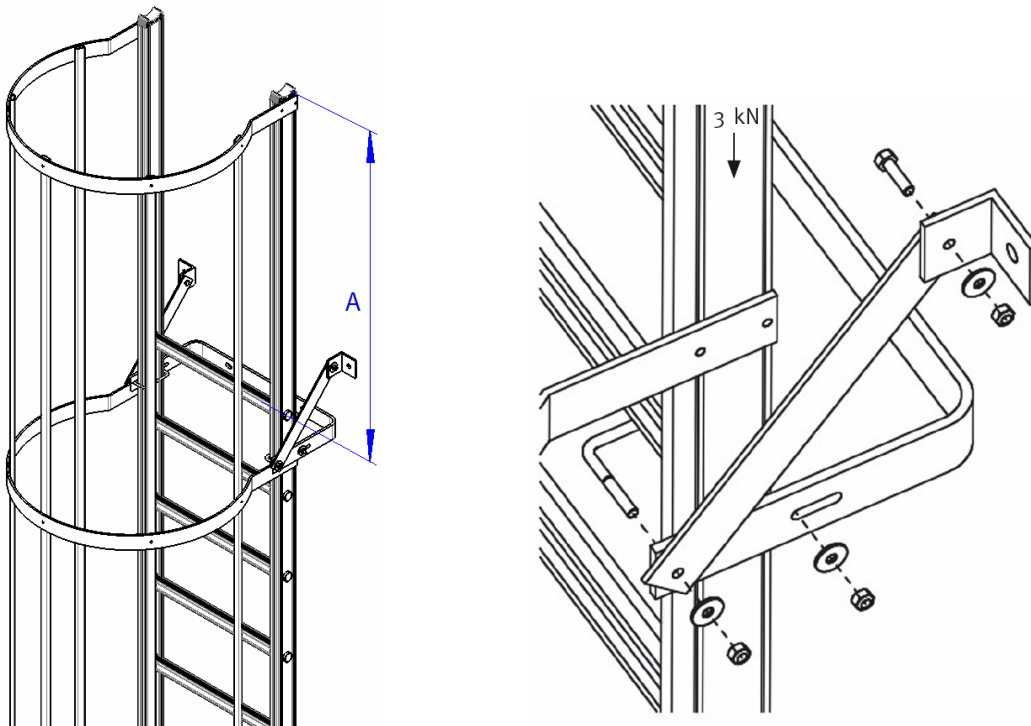

Figure 1
- Choisissez le matériel de fixation approprié. En calculant la résistance de l'ancrage, tenez compte d'une force de 3 kN dans chaque montant, dans le sens de l'axe (voir figure 1). L'ancrage et les assemblages associés doivent pouvoir supporter une charge de 3.000N par montant. Maximum 4 ancrages peuvent être considérés pour contribuer à cette charge.
- Montez le(s) support(s) mural(-aux) et les éventuel(s) support(s) de suspension aux pièces de l'échelle (voir figures 1 et 2). Veuillez dans ce cas à monter le support mural le plus près possible sous l'échelon. La distance maximale entre deux supports muraux est de 2 mètres.